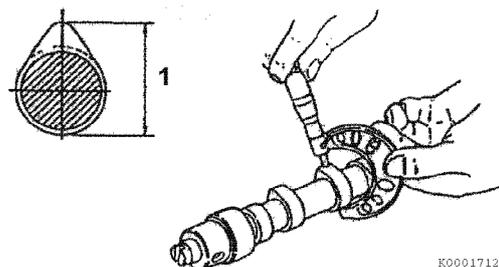

Figure 6-85
3. Mesurez la hauteur de chaque lobe (1, **Figure 6-85**). Voir *Arbre à cames à la page 6-7 pour les spécifications*.